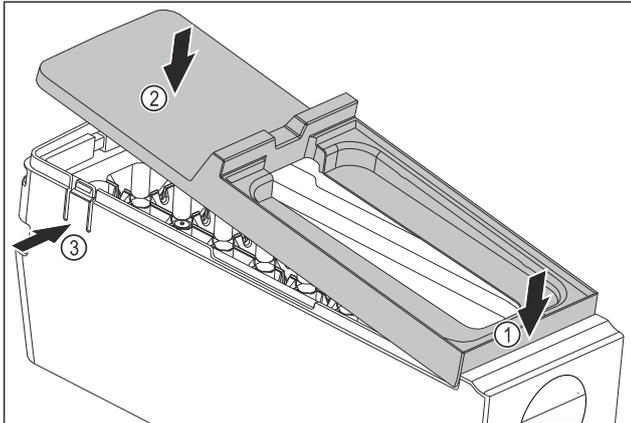

Fig. 92
- ▶ Monter le couvercle du corps de l'EasyTwist-Ice : Placer le couvercle à l'avant. Fig. 92 (1)
- ▶ Abaisser le couvercle à l'arrière. Fig. 92 (2)
- ▷ L'enclenchement du couvercle dans les deux languettes Fig. 92 (3) se fait entendre.